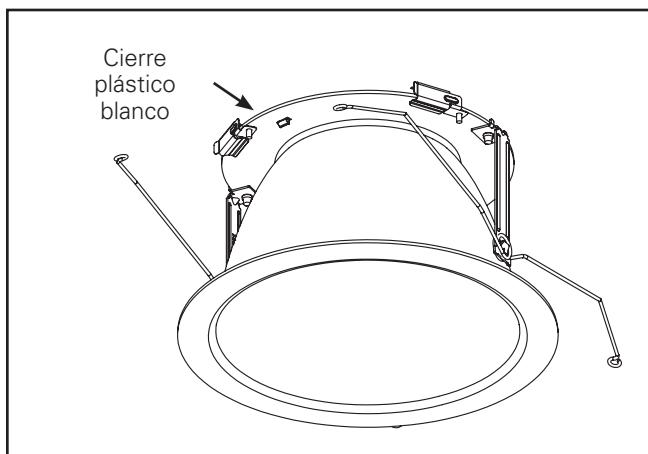
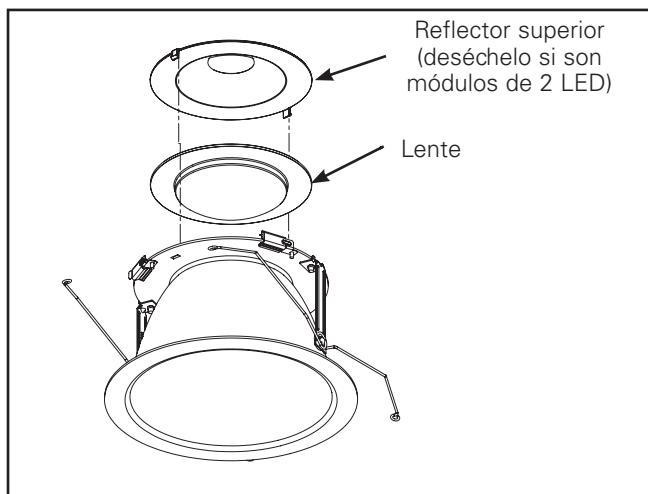

Figura 12
Figura 13
2. Si los módulos LED tienen 2 LED, desenganche con cuidado los pestillos de plástico blancos (Figura 12 y Figura 13) para retirar el reflector superior y luego deséchelo. Consérve el reflector superior en la moldura para módulos de 1 LED.